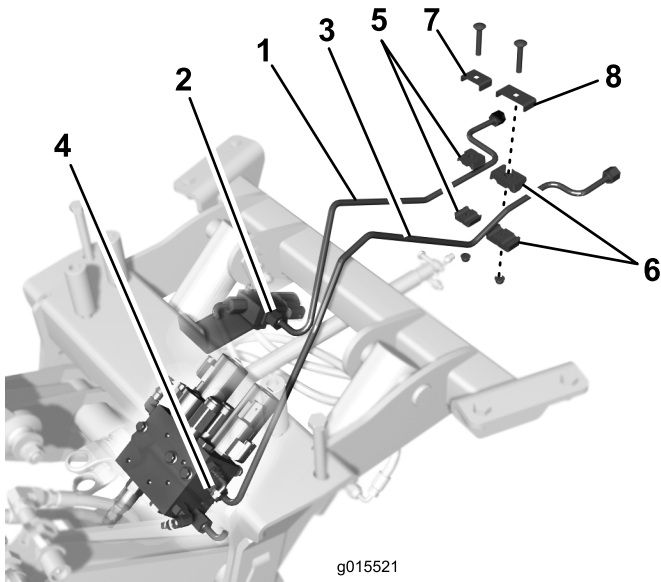

图9
3. 将短液压管的后端连接到机器的管子上图9。
4. 将长液压管的后端连接到机器的管子上图9。
6. 如图9所示用较小的管夹、板、托架螺丝和凸缘螺母将短液压管松松地固定到机器上相邻的管子。
7. 如图9所示用较大的管夹、板、托架螺丝和凸缘螺母将长液压管松松地固定到机器上相邻的管子。